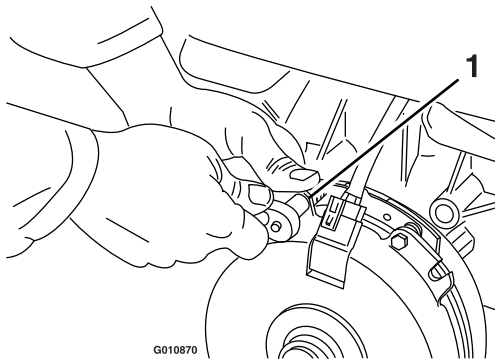

Figure 84
- A. Desserrez les boulons de fixation du frein d'un demi à un tour complet, comme montré à la Figure 84.